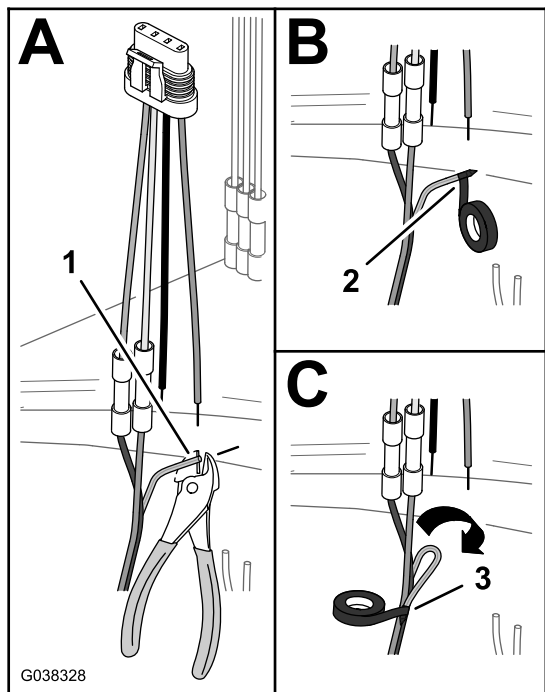

Figura 40
- A. Corte los conductores del cable verde y amarillo a ras del aislamiento (Figura 40).
- B. Envuelva el extremo del cable verde y amarillo con cinta aislante para sellar el cable (Figura 40).
- C. Doble el cable verde y amarillo junto al cable marrón y envuelva los 3 cables con la cinta aislante (Figura 40).